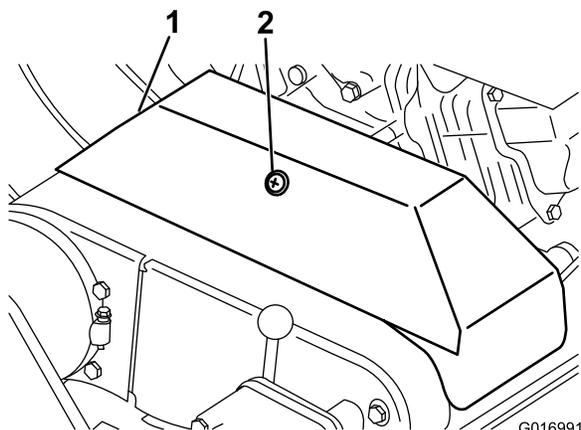

図 36
3. V ベルトカバーを固定しているリテーナをゆるめて、カバーを開ける (図 36)。